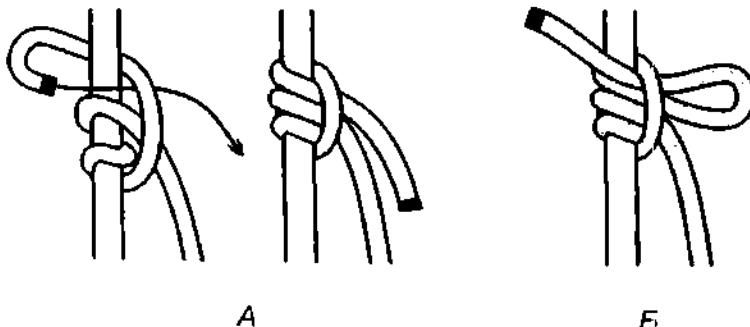

Рис. 675. А – косой австрийский схватывающий узел; Б – быстро-развязывающийся косой австрийский схватывающий узел.
**Косой австрийский схватывающий узел**, в отличие от **прусика**, вяжется не на петле, а на конце одинарной верёвки (рис. 675 А). Узел моментально затягивается, как только на коренном конце появляется тяга. После завязывания узла, оба конца можно связать вместе, чтобы получилась петля.
**Косой австрийский схватывающий узел** можно использовать для передвижения брёвен, труб и тому подобных предметов. Привязав этим узлом к основному тросу несколько верёвок, получается нечто подобное упряжи. В некоторых случаях может пригодиться **быстроразвязывающийся косой австрийский схватывающий узел** (рис. 675 Б).